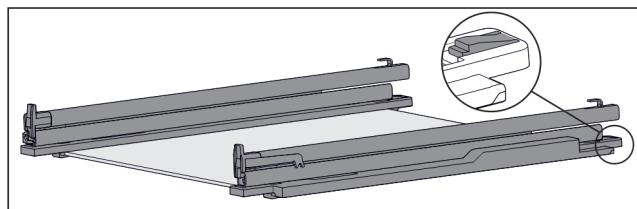

Fig. 41 Skleněná deska s kolejničkami a přídržnými díly
- Přídržný díl vzadu stlačte dolů (viz Fig. 41) a současně zasuňte kolejničku dozadu.